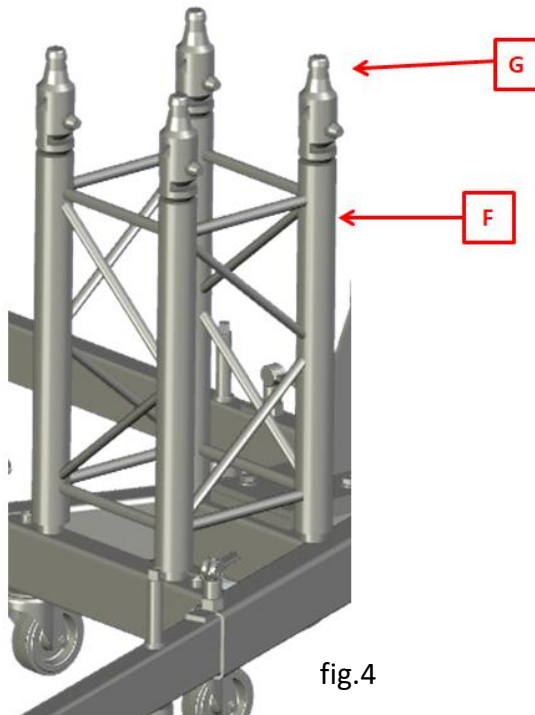

fig.4
a) Placer les charnières (Rep. G) sur l'élément de structure de 50cm (Rep. F), (fig.4), et les verrouiller à l'aide des goupilles coniques et goupilles de sécurité (BETA)